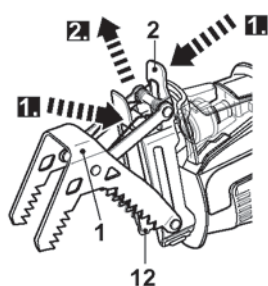

Fig. 13
- > Pour démonter la griffe d'abattage [1], appuyez sur le levier de blocage [2] et sortez la griffe de son rail [12] (Fig. 13).